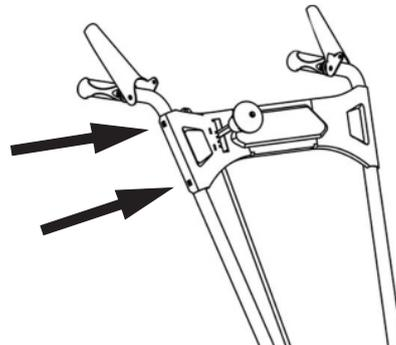

рис. 2
- закрепите рукоятки четырьмя болтами (по два на левой и правой), как указано на рис.2;
- прикрепите панель управления (рис.1 поз.20) четырьмя болтами (по два с левой и правой стороны), как указано на рис.2.